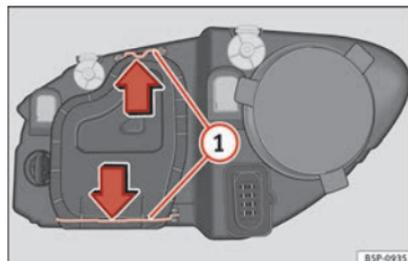

Fig. 178 Anabbagliante.
- Far scorrere i tiranti »» fig. 178 ① nel senso della freccia e sfilare la chiusura.